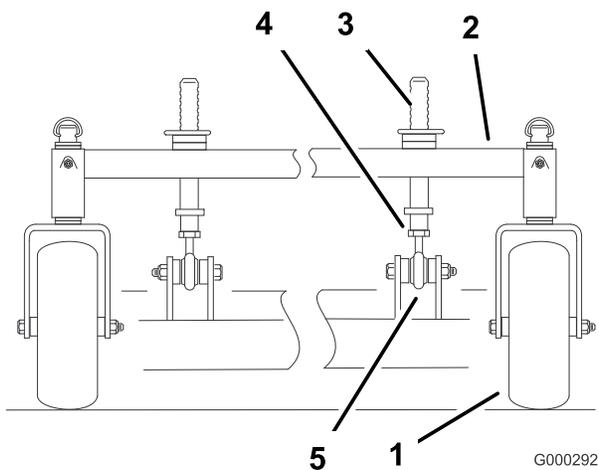

Figura 72
- Para cambiar la inclinación longitudinal, pueden ajustarse los pilares delanteros de ajuste de altura de corte (Figura 72).
2. Para elevar la parte delantera de la carcasa, afloje la contratuerca y haga girar el pilar delantero en sentido horario (Figura 72).
3. Para bajar la parte delantera de la carcasa, afloje la contratuerca y haga girar el pilar delantero en sentido antihorario (Figura 72).
7. Apriete las contratuercas (Figura 72).